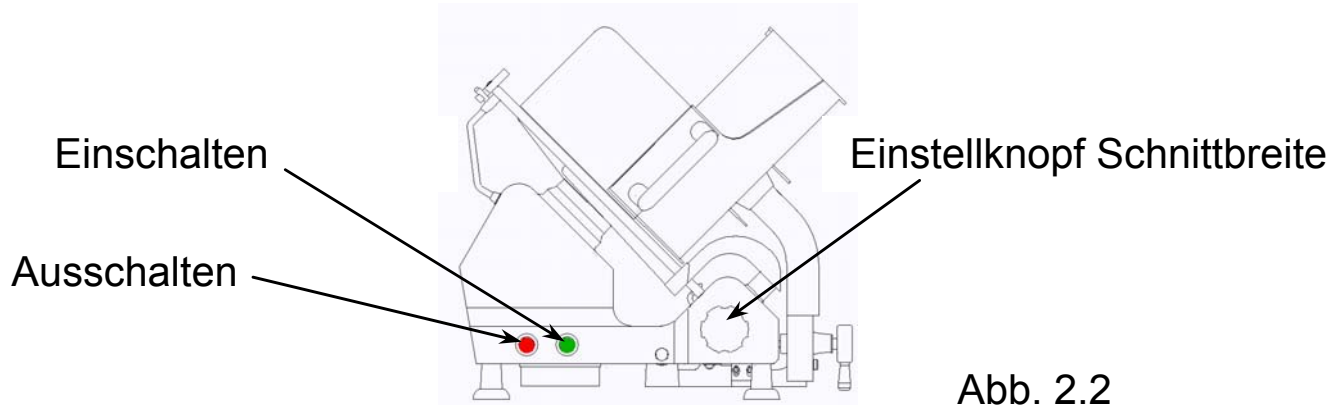

Abb. 2.2
- 7- Schalten Sie die Maschine ein (siehe Abb. 2.2)
Um das Messer einzuschalten, drücken Sie den grünen Einschaltknopf. Um das Messer auszuschalten, betätigen Sie den roten Knopf (siehe Abb. 2.2).